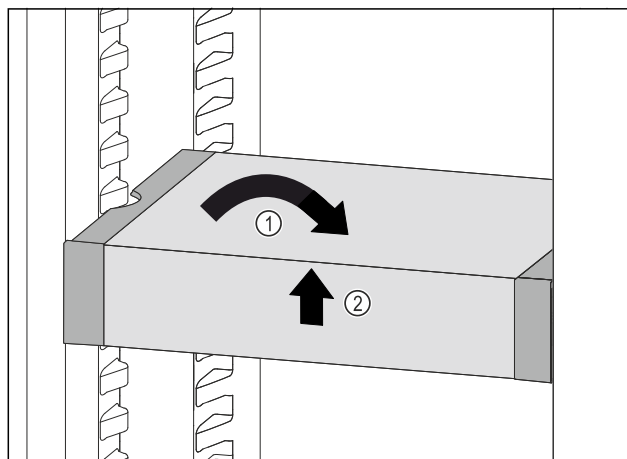

Fig. 108
- Seadke VarioSafe otseks. Fig. 108 (1)
- Tõstke VarioSafe eest üles. Fig. 108 (2)